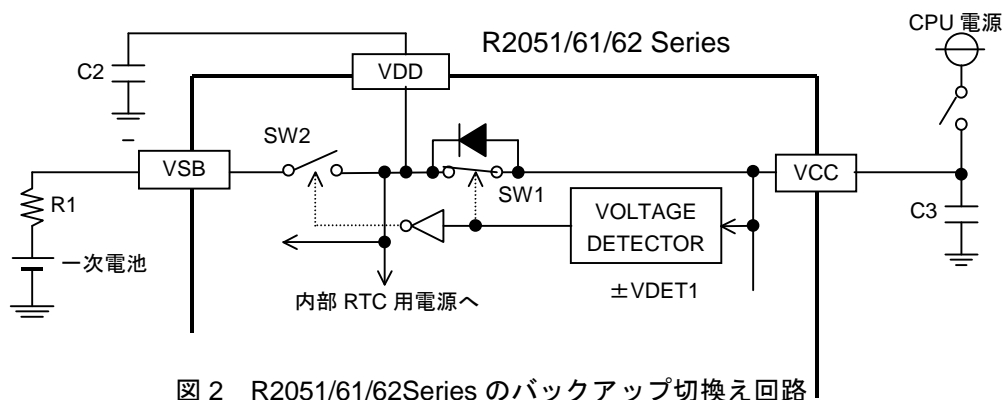

図 2 R2051/61/62Series のバックアップ切換え回路
- (1) SW1 と SW2 を切り換える瞬間に両方のスイッチが OFF になっている期間が存在する。そのため外付けに図 2 の C2 は必須になる。実際には、切換え期間は数  $\mu s$  とごくわずかであり、RTC の消費電流も極めて小さいため C2 に  $0.1 \mu F$  程度の容量を付けていれば、その間の電圧降下は完全に無視できます。
- (2) VCC、VSB 間に大きな電位差があると、SW1/SW2 切換えの瞬間に VDD の電圧が大きく振れる。この理由から上図の R1 は欠かせない存在になります。R1 は安全上の理由から、ダイオード OR 回路でも欠かせない存在です。本 IC では別な意味でも必須の存在になる訳です。
- (3) VCC 端子をモニターして SW1/SW2 の ON-OFF を決めているため、バックアップ時は VCC が +VDET 以下に常に落ちきっている必要がある。